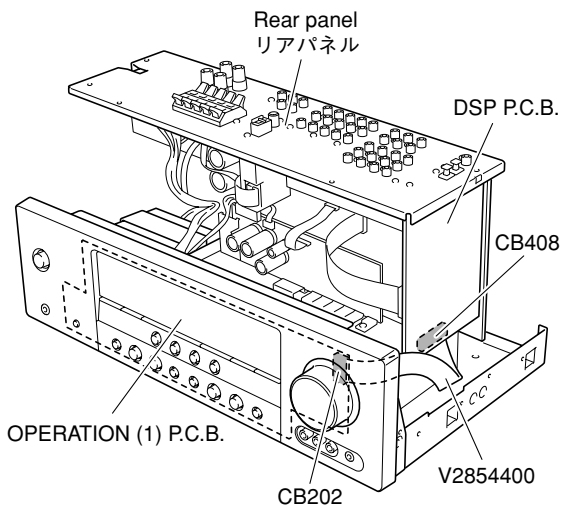

Fig. 6
- Be sure to use the extension cable for servicing for the following section. (Fig. 6)
- DSP P.C.B. CB408 OPERATION (1) P.C.B. CB202: V2854400 (17P, 300mm)
- 次の区間は、サービス用延長ケーブルを使用してください。(Fig. 6)